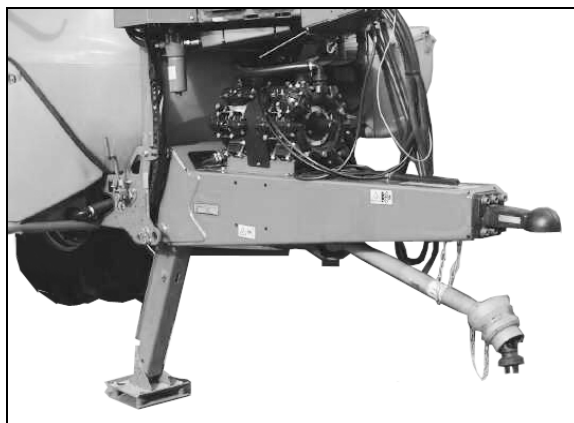

Fig. 42
- **Straight drawbar (Fig. 42)**